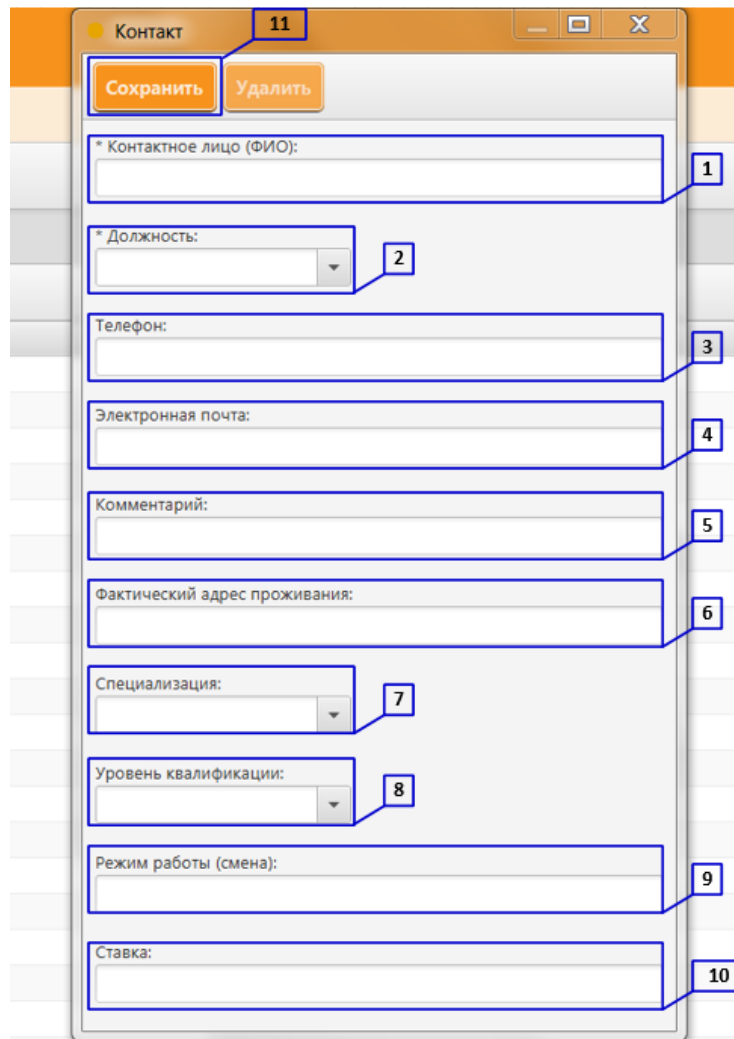

Рисунок 13. Создание нового контакта: внесение информации о сотруднике
3. В открывшемся окне «Контакт» в строке «Контактное лицо (ФИО)» введите фамилию, имя и отчество сотрудника (**Рисунок 13 пункт 1**);
4. Из выпадающего списка «Должность» выберите соответствующую должность (воспользуйтесь прокруткой для просмотра всех вариантов должностей) (**Рисунок 13 пункт 2**);
5. В строке «Телефон» введите актуальный номер телефона сотрудника (**Рисунок 13 пункт 3**);
6. В строке «Комментарий» введите дополнительную информацию о сотруднике (**Рисунок 13 пункт 4**);
7. В строке «Электронная почта» введите актуальный электронный адрес пользователя (**Рисунок 13 пункт 5**);
8. В строке «Фактический адрес проживания» введите информацию об адресе проживания сотрудника (**Рисунок 13 пункт 6**);
9. Из выпадающего списка «Специализация» выберите соответствующую специализацию (воспользуйтесь прокруткой для просмотра всех вариантов специализаций) (**Рисунок 13 пункт 7**);
10. Из выпадающего списка «Уровень квалификация» выберите соответствующую квалификацию (воспользуйтесь прокруткой для просмотра всех вариантов квалификаций) (**Рисунок 13 пункт 8**);
11. В строке «Режим работы (смена)» введите график работы сотрудника, например: 5/2, 2/2 и т.д. (**Рисунок 13 пункт 9**);
12. В строке «Ставка» введите ставку сотрудника, например: 1; 0,5; 0,25 и т.д. (**Рисунок 13 пункт 10**);
13. Сохраните внесенные данные, нажав клавишу «Сохранить» (**Рисунок 13 пункт 11**);